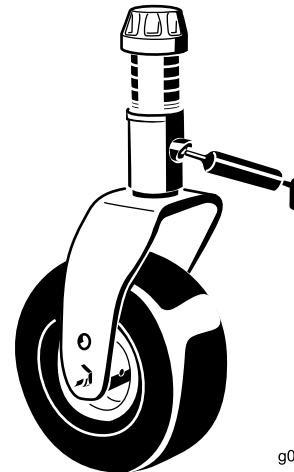

Figura 65
- Casquilho do eixo da forquilha da roda giratória (1) (Figura 65)
- Casquilhos articulados do braço intermédio (1) (no braço intermédio)